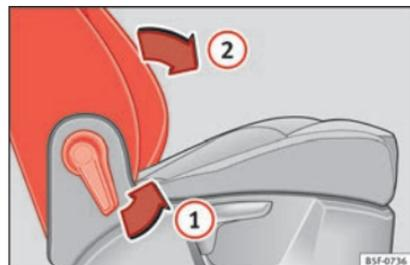

Abb. 148 Beifahrersitz: Hebel zum Umklappen der Rückenlehne.
- Ziehen Sie den Hebel **①** » **Abb. 148** und drücken Sie die Rückenlehne soweit nach vorn **②** bis sie sich in horizontaler Stellung befindet.